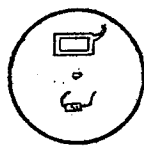

FIGURA 7
- Sobre o disco, fixar todo o sistema elétrico e o suporte (Figura 7)